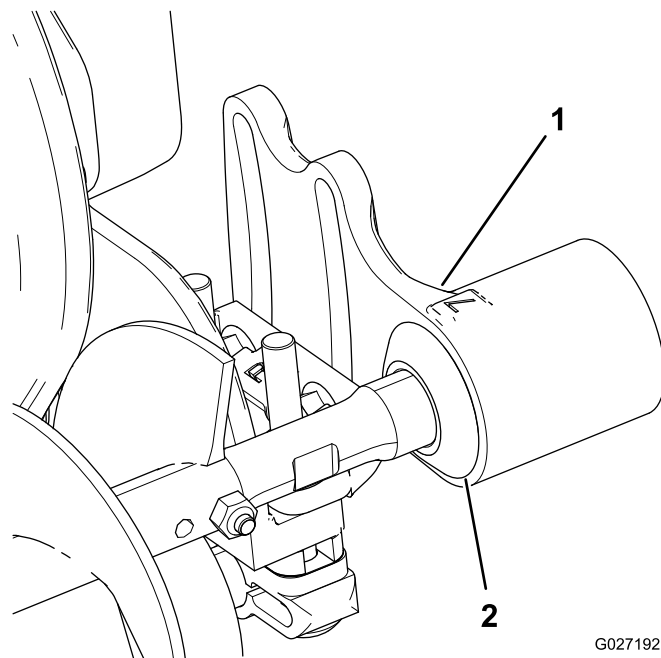

Figura 9
1. Deslice cada retén hacia el exterior hasta que los sellos toquen ligeramente el alojamiento de cada cojinete (Figura 9).